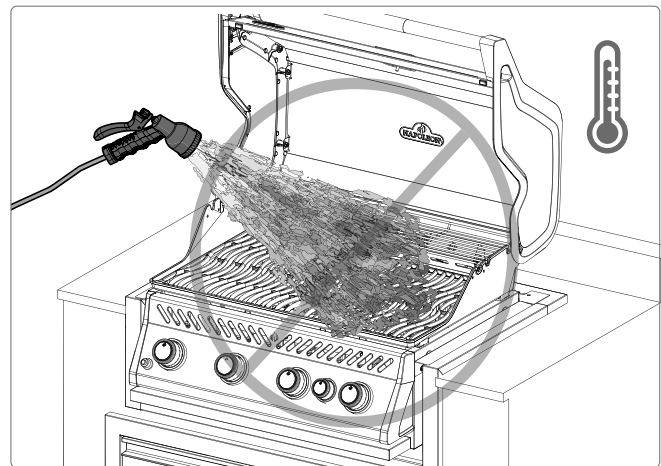

Fig. 17
1. Gebruik nooit water om vlammen te doven of opflakkeringen te beheersen (**Fig. 17**)